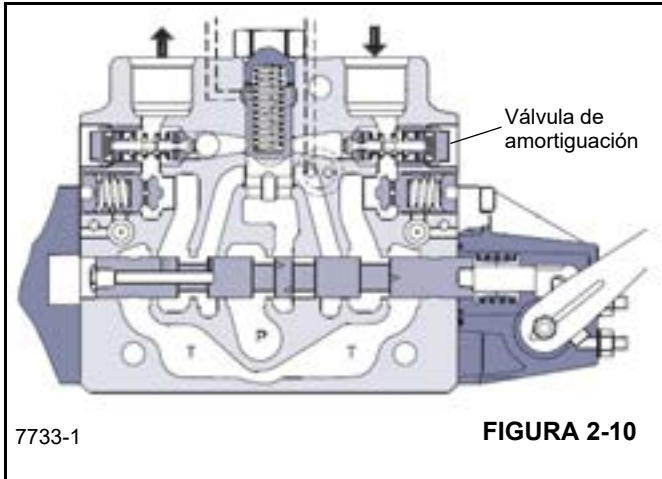

FIGURA 2-10
- Para las secciones de pluma, telescopización y malacate consulte la Figura 2-10. Estas secciones tienen válvulas de amortiguación a cada lado de la sección de la válvula, una frente a la otra, con válvulas de amortiguación horizontales.